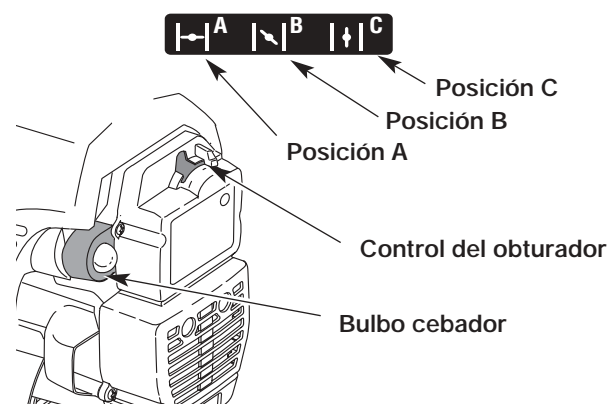

Fig. 11
3. Coloque la palanca del obturador en Posición A (Fig. 11).